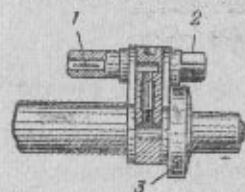

Рис. 3. Газовая камера с регулятором:
7. Газовая камера (рис. 3) служит для помещения регулятора и прохода газов. На передней стенке камеры — шайба, которая надевается на передний конец кожуха для устранения качания ствола. На задней стенке — сосок для закрепления регулятора в определенном положении.